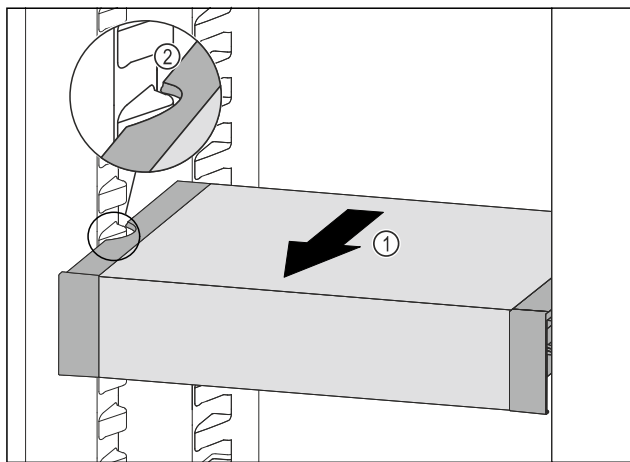

Fig. 108
- ▶ Вытягивайте VarioSafe вперед Fig. 108 (1), пока боковые выемки VarioSafe не окажутся на высоте выступа резервуара в холодильном отделении. Fig. 108 (2)